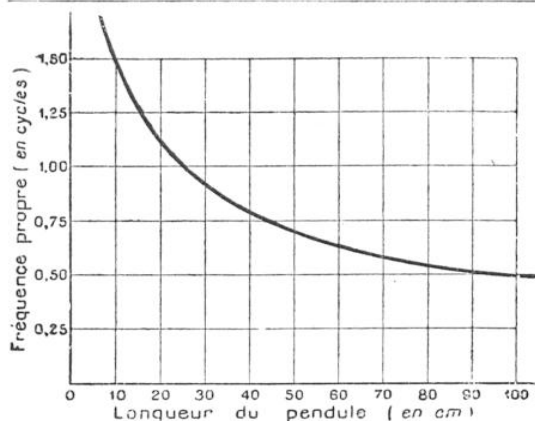

FIG. 5. — COMMENT VARIE LA FRÉQUENCE PROPRE D'UN FIL A PLOMB AVEC SA LONGUEUR
Naturellement, l'opérateur peut communiquer à l'allumette une fréquence variable entre de larges limites, depuis une fraction de cycle jusqu'à 3 ou 4 cycles (3 ou 4 tours par seconde) : on dit que l'ensemble main-allumette *n'a pas de fréquence propre*. Au contraire, si nous faisons osciller un fil à plomb (en physique, on dit « un pendule ») ; nous remarquons que, pour une longueur déterminée, la fréquence de la vibration ne dépend pas de l'écart initial : un pendule — tout comme une antenne réceptrice — possède une fréquence propre. Cette fréquence augmente, d'ailleurs, lorsqu'on raccourcit le pendule ; la figure 5 représente les fréquences propres d'un fil à plomb pour des longueurs comprises entre 10 centimètres et 1 mètre. Un pendule, « qui bat la seconde », dont la fréquence est donc un demi-cycle, n'a pas tout à fait 1 mètre de long (horloges normandes).
2° Dans le fréquence-mètre à résonance mécanique, on alimente une série d'électros (fig. 13) par de l'alternatif et on place devant eux un même nombre de lames d'acier encastrées à un bout ; comme les longueurs sont différentes (fig. 5), les fréquences propres le sont aussi. L'une de ces lames se met à vibrer énergiquement ; c'est elle dont la fréquence propre est égale à celle du secteur alternatif. Nous avons ici un cas de transformation d'une fréquence électromagnétique en fréquence élastique (1).
(1) Autre exemple : lorsque les tôles d'un transformateur sont mal serrées, la fréquence électromagnétique de 50 cycles produit une fréquence élastique égale ; on entend un ronflement, dont la hauteur est celle du premier sol dièze du piano.